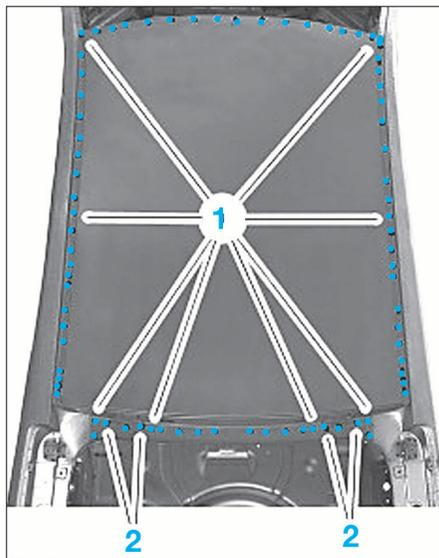

FIG. 123
- Souder par résistance par points (2) la traverse centrale.
- Souder par résistance par points (1), par bouchonnage (2) le pavillon (Fig.123).